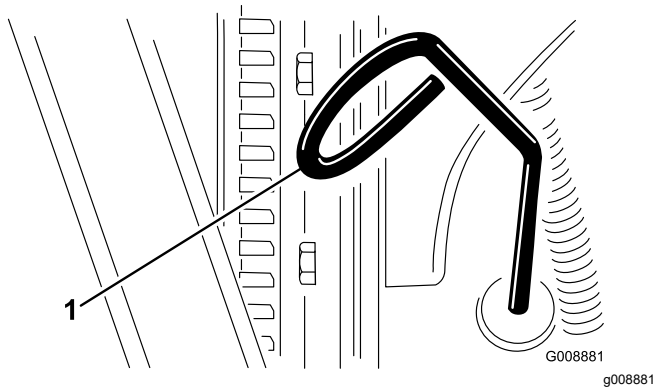

Рисунок 52
2. Выньте масломерный щуп (Рисунок 52) и протрите его чистой ветошью.